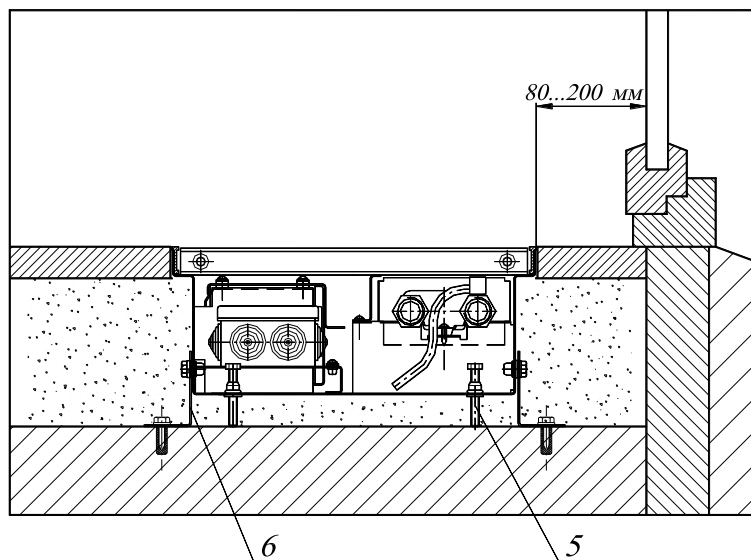

Рис.5
- 5.2. Конвектор монтируется в пол. Установить корпус конвектора в заранее подготовленный канал в полу и выровнять его по уровню пола, с помощью упорных болтов 5 закрепив опорами 6 (см. Рис.5).